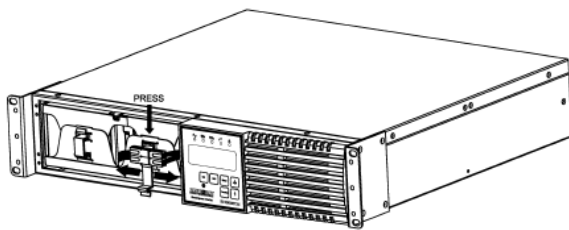

FIGURE 3
8. Appuyez pour déverrouiller le support du connecteur de batterie (FIG. 3).
9. Débrancher les connecteurs de la batterie (FIG. 3)